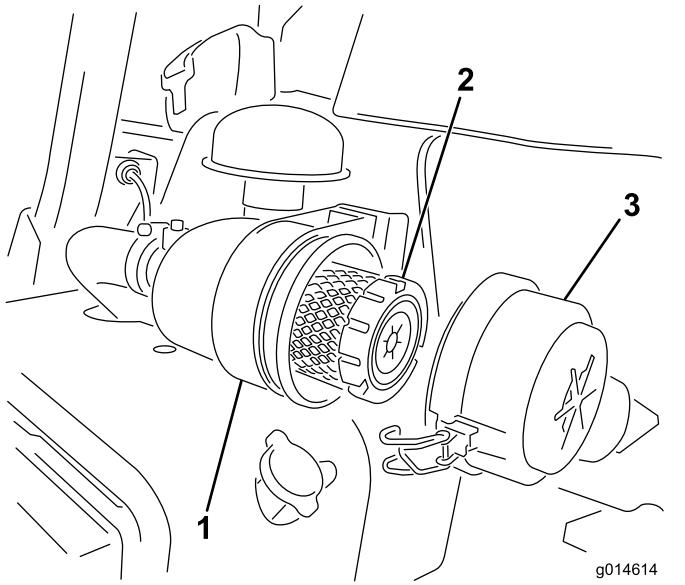

Figura 25
1. Liberte os trincos que fixam a cobertura do filtro de ar ao respetivo corpo (Figura 25).
7. Prenda os trincos (Figura 25).